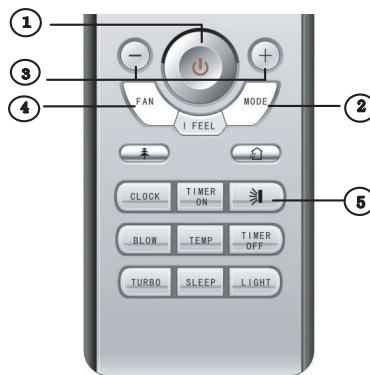

Рис. 5.4
5.4 Порядок управления (Рис. 5.4).